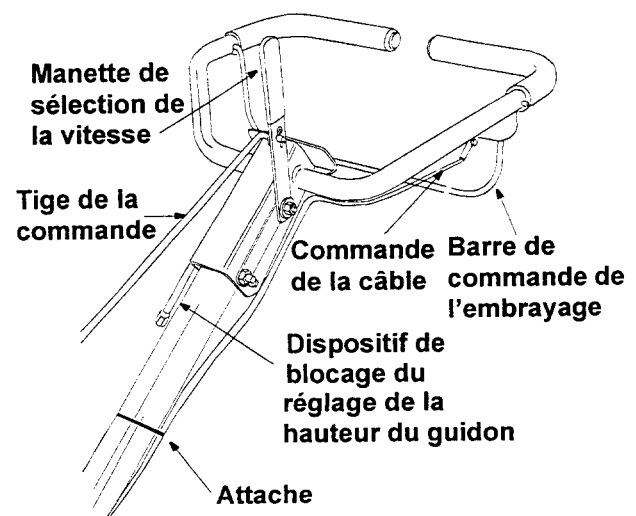

Figure 7
Attachez le câble d'entraînement sur le guidon de gauche avec l'attache-fil. Voir la Figure 7. Coupez toute longueur d'attache-fil en trop.
4. Faites passer l'extrémité plus longue de la tige de commande dans le trou de la poignée du sélecteur de vitesse et attachez-la avec la goupille-épingle. Voir la Figure 7.
Cette manette se trouve du moteur. Elle permet de régler le régime du moteur et d'arrêter le moteur. Voir la Figure 7. Voir la notice d'utilisation du moteur.
Elle se trouve au milieu du guidon du motoculteur et sert à sélectionner le POINT MORT, la MARCHE ARRIÈRE ou l'un des modes de MARCHE AVANT (voir ci-dessous). Tirez ou poussez cette manette pour que l'indicateur sur le dessus du couvercle de la boîte de vitesses corresponde au mode de fonctionnement désiré. Voir la Figure 7.